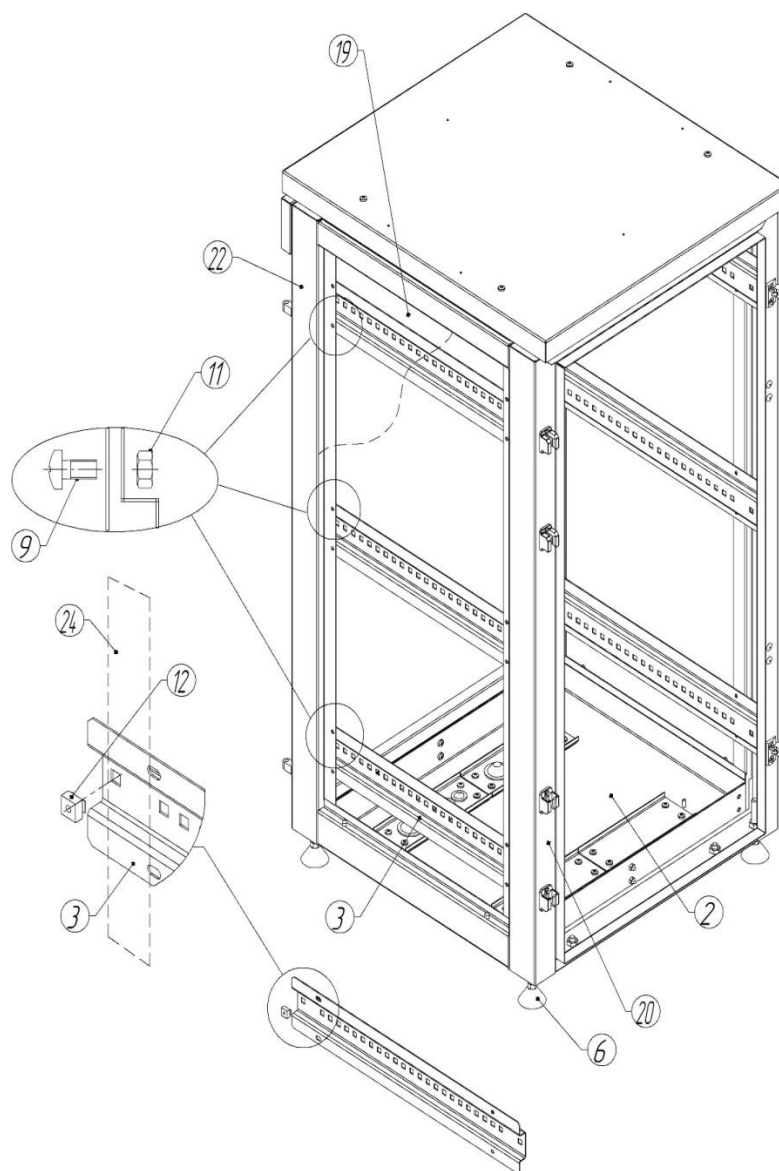

Рис.2
3.3-установить собранный каркас шкафа вертикально. По уровню выровнять дно (2) шкафа с помощью регулировочных ножек (6). Приложить уровень к рамам (20) и (22) в передней, задней и боковой плоскостях, при необходимости выровнять, временно установить обшивку боковую (19) и затянуть резьбовые соединения. См. рис.2
3.4-на каркас шкафа установить профили (3\*\*). Профили устанавливать круглыми отверстиями в сторону передней рамы (20), овальными отверстиями сторону задней (22). Закрепить их винтами (9) – 24 (32\*) шт. и гайками (11) – 24 (32\*) шт., метизы до упора не заворачивать. См. рис.2
3.6-перед установкой профилей (3) в крайние задние отверстия установить гайки клетевые (12) снаружи для крепления органайзеров (24). См. рис.2